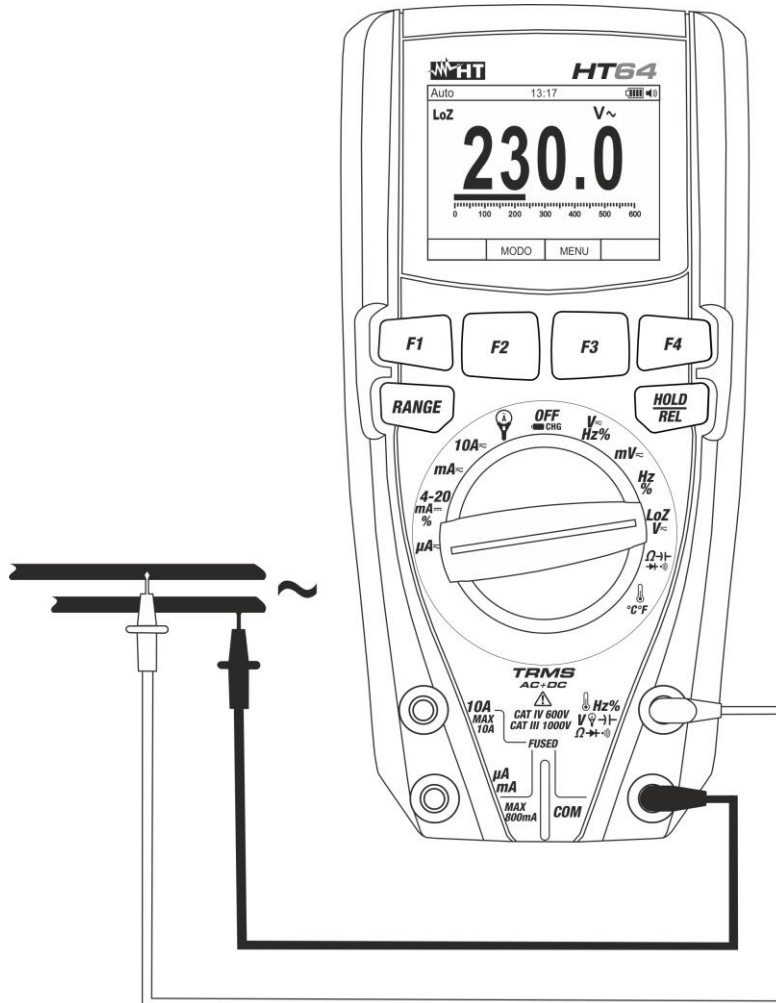

Fig. 24: Uso del instrumento para medida de Tensión CA/CC con función LoZ
4. Posicione la punta roja y la punta negra respectivamente en los puntos deseados del circuito en examen (vea Fig. 24) para la medida de tensión CA o en los puntos a potencial positivo y negativo del circuito en examen (vea Fig.22) para la medida de tensión CC. El valor de la tensión se muestra en pantalla